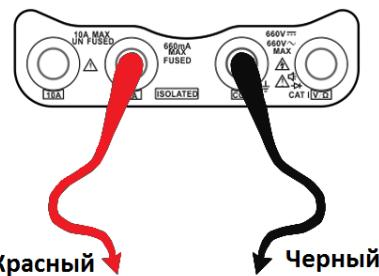

Рис.37
- Подключить черный щуп к разъему “**COM**”, а красный щуп к разъему “**mA**” CCTV-тестера для измерения тока не более 660mA (Рис.37) или к разъему “**10A**” для измерения тока до 10A.